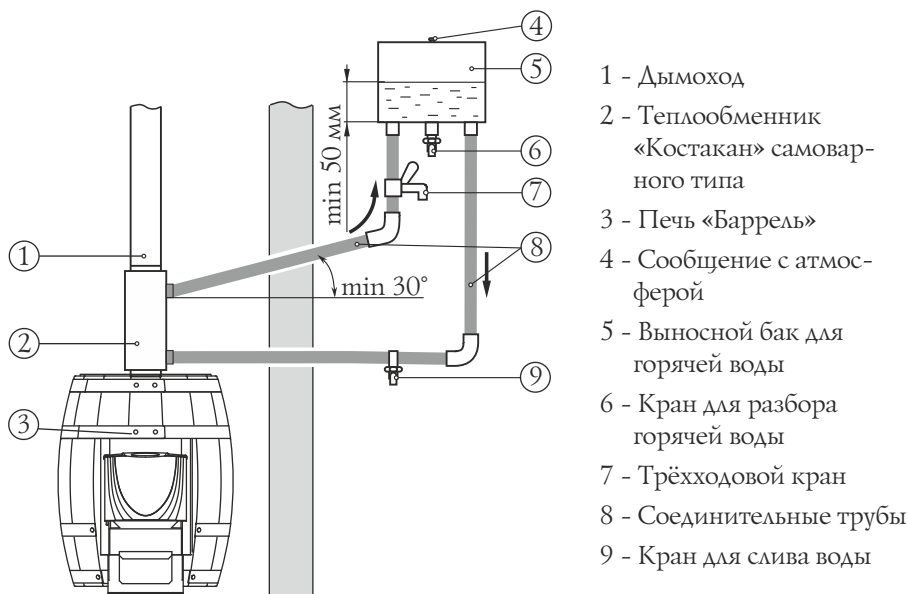

Рисунок 8. Схема монтажа системы водонагрева с использованием теплообменника «Костакан».
При необходимости получения горячей воды за более короткий срок, допускается производить разбор воды до ее попадания в бак. Для этого необходимо присоединить трехходовой кран (7) к трубе горячей линии, между верхним штуцером теплообменника и выносным баком в удобном для вас месте (рисунок 8).